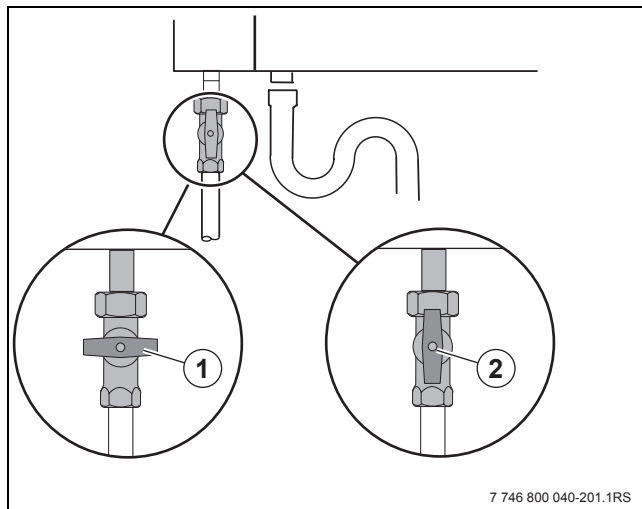

Fig. 54 Rubinetto del gas
- ▶ Chiudere il rubinetto del gas (→ fig. 54, [1], pag. 40).
- ▶ Aprire il rubinetto del gas (→ fig. 54, [2], pag. 40)